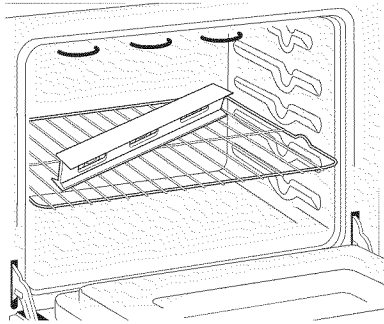

Figura 9
1. Instale una rejilla al centro del horno superior (vea la Figura 9).